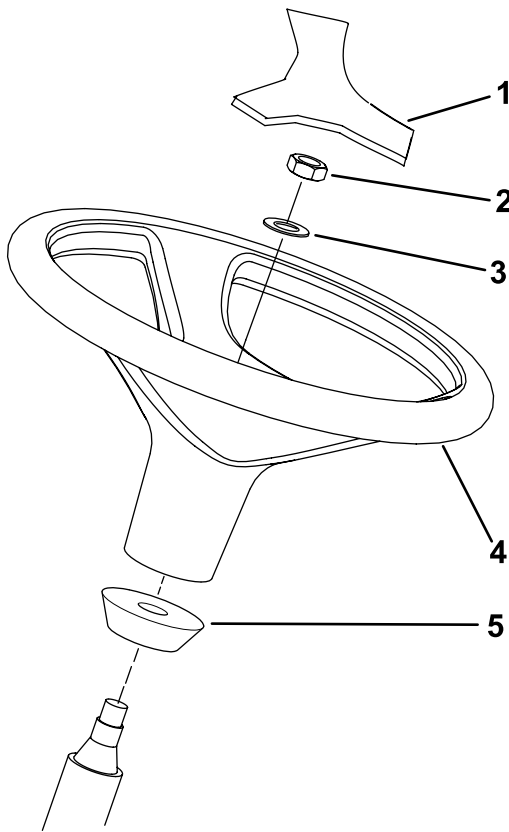

Figura 13
1. Retire el volante del palet de transporte (Figura 13).
Nota: Asegúrese de que el collar de espuma permanece en el eje de dirección (Figura 13).
3. Coloque el volante y la arandela sobre la columna de dirección (Figura 13).
5. Monte la tapa en el volante (Figura 13).